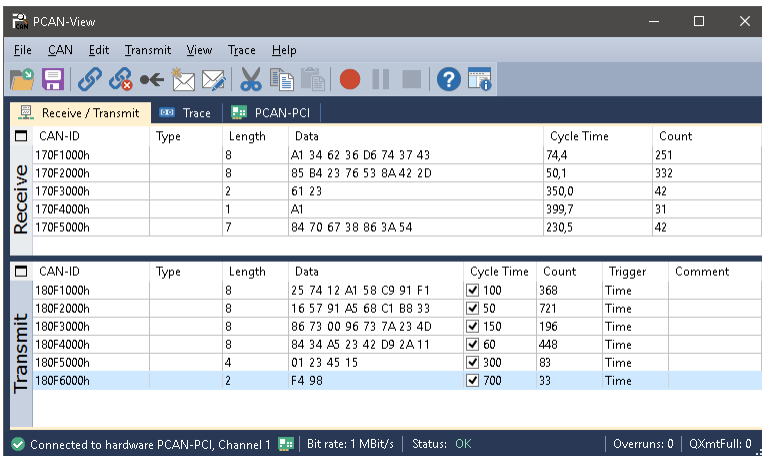

Abbildung 9: Registerkarte Senden/Empfangen
- Bestätigen Sie abschließend die Angaben im Dialogfenster mit **OK**. Das Hauptfenster von PCAN-View erscheint (siehe Abbildung 9).